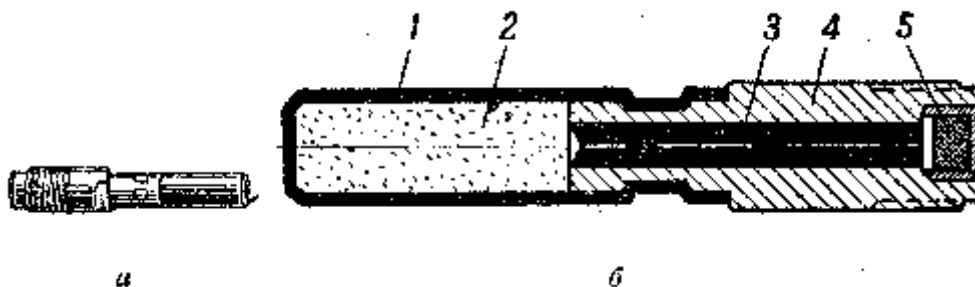

Рис. 5. Запал: а) наружный вид; б) разрез запала;
**Запал** (рис. 5) служит для выталкивания катушки с листовками из корпуса гранаты под давлением газов, образуемых при взрыве вышибного заряда. Он состоит из **втулки замедлителя**, в которую запрессован пороховой столбик, служа-